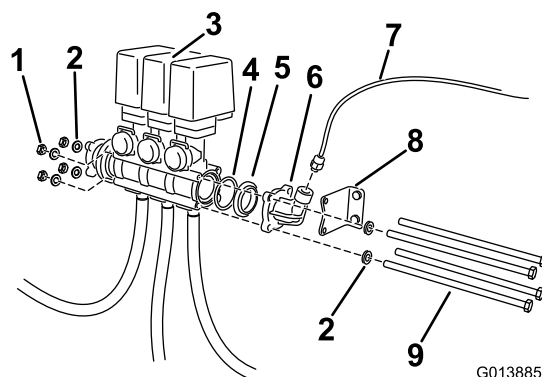

Figura 5
3. Retire los pernos largos y las fijaciones que sujetan el conjunto de las válvulas (Figura 5).
4. Retire el conector de manómetro y el adaptador macho a macho (Figura 5).